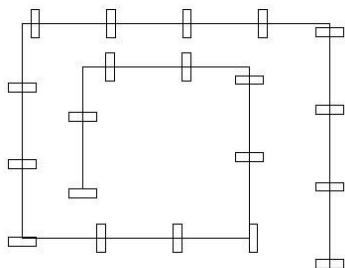

图 5-10 折线阵列
5. 在命令行中输入间距值，按回车键完成沿线阵列操作，如图 5-10 所示。